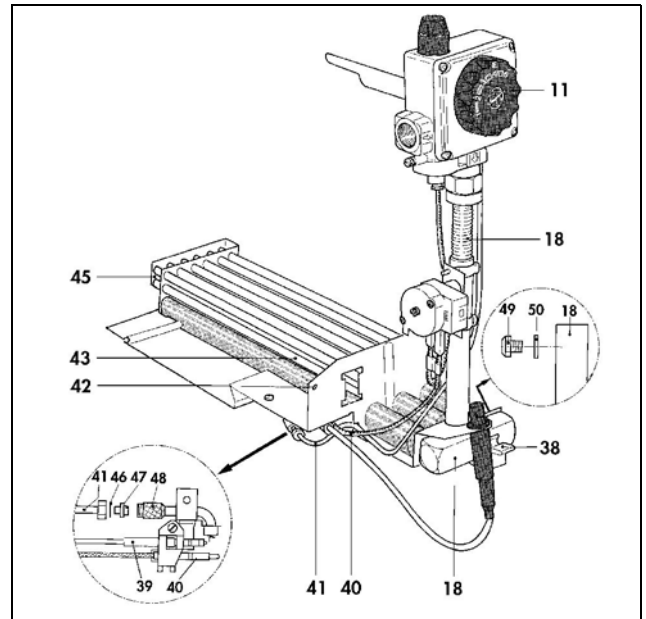

Рис. 17 Горелка и запальная горелка
Запальное пламя можно наблюдать через вырез в крышке (глава 3, рис. 3). При равномерном пламени запальное пламя должно прикасаться к верхней половине термоэлемента (глава 6, рис. 17). При невыполнении этого условия следует отрегулировать пламя после снятия защитной крышки (25) посредством винта для регулировки пускового газа (24) (заданная установка без дросселирования):
7.3 Очистка горелки и предохранителя потока (см. рис. 17)
- Отсоедините подключения термозлемента (40) и трубку пускового газа (41) от комбинированного исполнительного элемента с регулятором температуры (11).
- Поверните зажим (38) в сторону от газораспределительной трубки (18).
- Выверните оба винта из устройства крепления горелки (42).
- Очистите первичное сито фильтра воздуха запальной горелки (48).